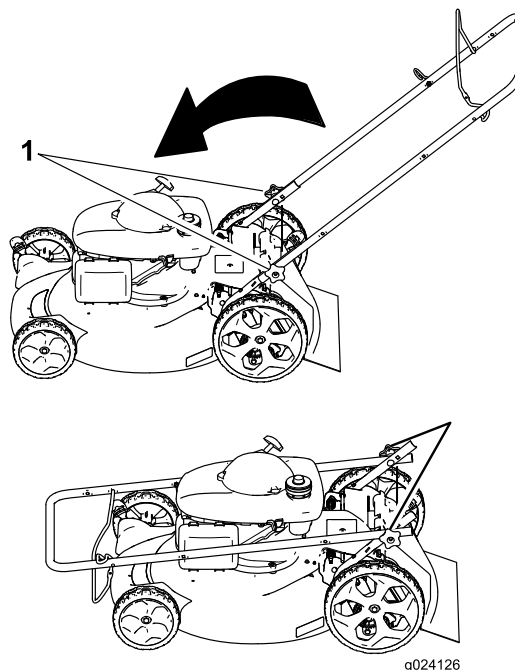

Figura 15
1. Afloje los pomos del manillar hasta que pueda mover el manillar libremente (Figura 15).
1. Pomo del manillar (2)
2. Mueva del manillar hacia adelante según se indica en Figura 15.